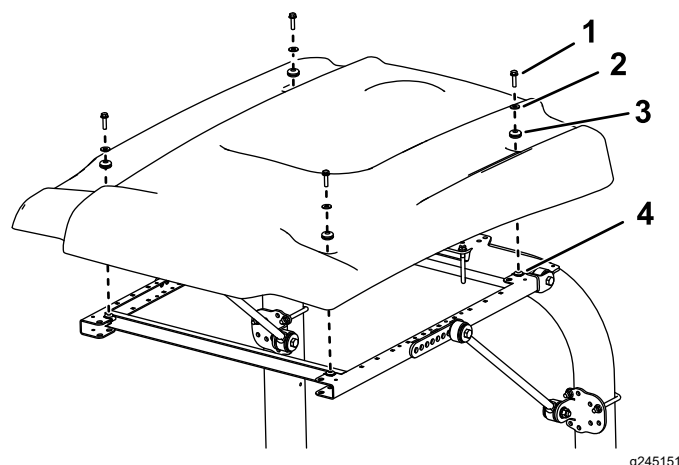

Figure 35
15. Lors de l'alignement des trous de fixation, positionnez le pare-soleil sur le cadre comme montré à la Figure 35.
16. Fixez légèrement chaque coin du pare-soleil au cadre avec un boulon à embase ($\frac{5}{16}$ " x $1\frac{1}{4}$ "), une petite rondelle et une bague (Figure 35).